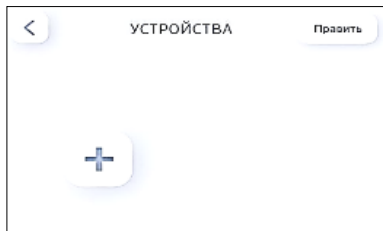

Рис. 11. Окно «Устройства»
3. В приложении на главном окне коснуться иконки  и перейти в окно «Устройства» (Рис. 11).